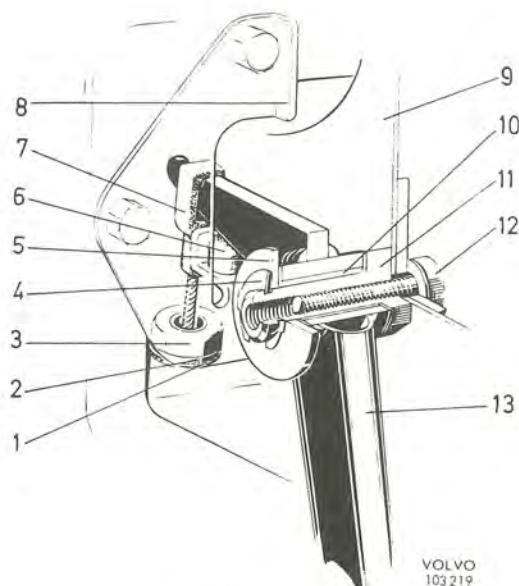

Bild 4. Pedalställ (tid.utf.)
Tid.utf. (bild 4):
1. Lossa skruvarna och ta bort stoppkonsolen (8, bild 4) för pedalen.
2. Haka loss vajern från pedalen. Ta bort låsbrickan (4) och lyft av pedalen.
4. Är pedalaxeln (11) sliten bytes den ut. Den är fastsatt med en skruv (12).